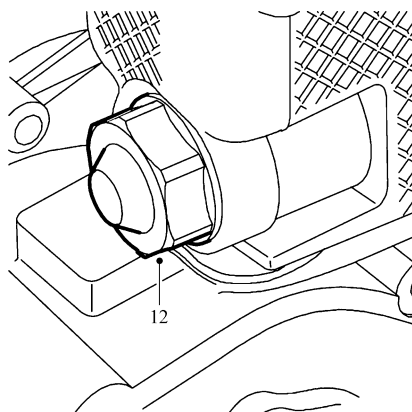

图 7-21 步骤 12) 操作示意图
12) 安装正时链条张紧器，将张紧器螺栓紧固至 $78\text{N} \cdot \text{m}$ ，如图 7-21 所示。